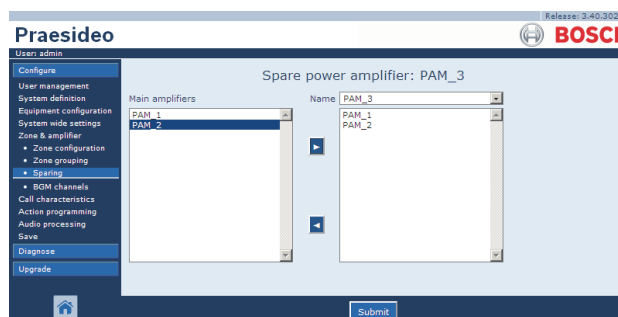

figure 46.13: Affectation, étape 3
- 3 Sélectionnez l'amplificateur principal auquel l'amplificateur de secours doit être affecté dans la zone de gauche (voir figure 46.13).